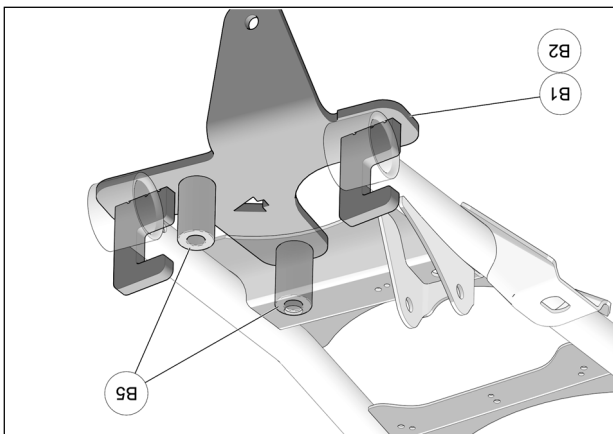

Fig. 4
5. Installer les espacateurs (B5) entre la plaque d'ancrage (B1-B2) et le bras de suspension. Aligner les espacateurs et les trous de l'ancrage. Voir la Fig. 4